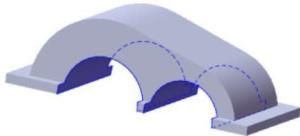
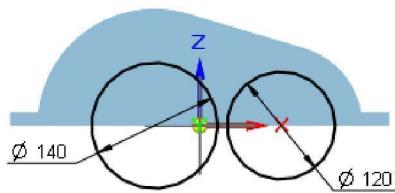

图 1.6 除料特征 1
图 1.7 截面草图
Step4. 创建图 1.6 所示的除料特征 1。在 **实体** 区域中单击 按钮，选取前视图 (XZ) 平面作为草图平面，绘制图 1.7 所示的截面草图；绘制完成后，单击 按钮，选择命令条中的“贯通”按钮 ，调整除料方向为两侧除料，单击 **完成** 按钮，单击 **取消** 按钮，完成除料特征 1 的创建。